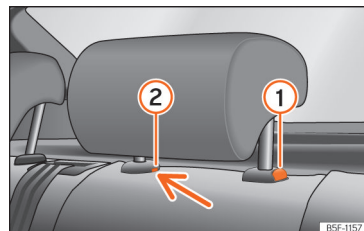

Fig. 75 Tetiera spate: demontarea.
- Apăsați butonul »» fig. 75 ①, în timp ce apăsați simultan pe orificiul de siguranță ② cu o șurubelniță cu cap plat de lățime maximă de 5 mm și scoateți tetiera.